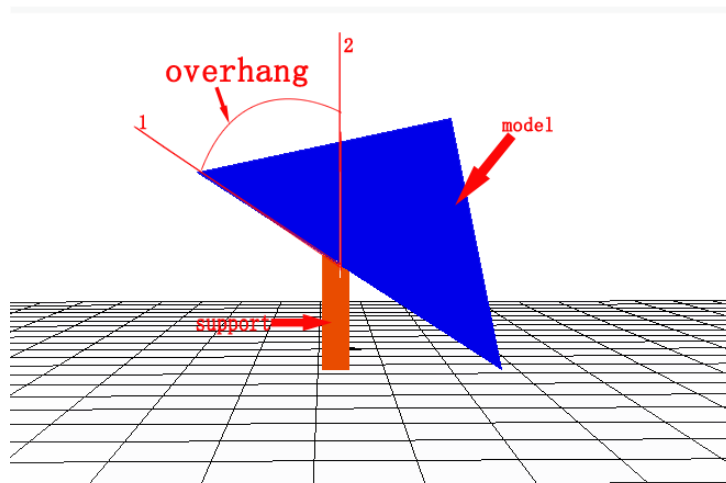

图 21，悬垂角度示意图，图中射线 1 和射线 2 的夹角即为悬垂角度
(2)需支撑的悬垂角度（度）：取值  $0^{\circ} - 90^{\circ}$ ，当支撑垂直方向与模型接触面的夹角 (overhang, 如图 21) 大于此取值时，切片软件会自动增加支撑结构防止这些部位因为重力的原因在打印过程中掉落。该夹角的大小会影响支撑结构的数量，值越小需要支撑的部位就越多，在某些复杂模型中支撑太多会很难去除。该项默认设置为  $60^{\circ}$ ，当打印经验较丰富时可自行更改。